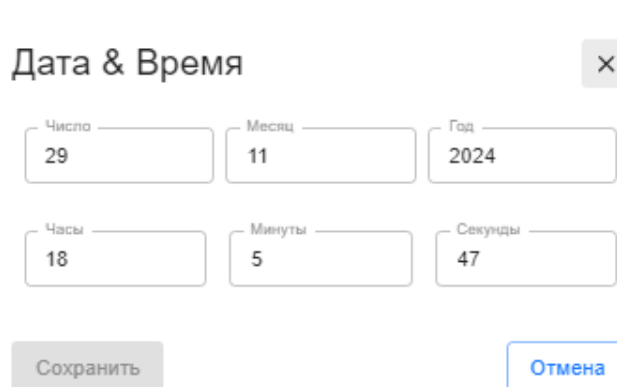

Рисунок 20. Настройки даты и времени.
- Настройки даты и времени (см. Рисунок 20).